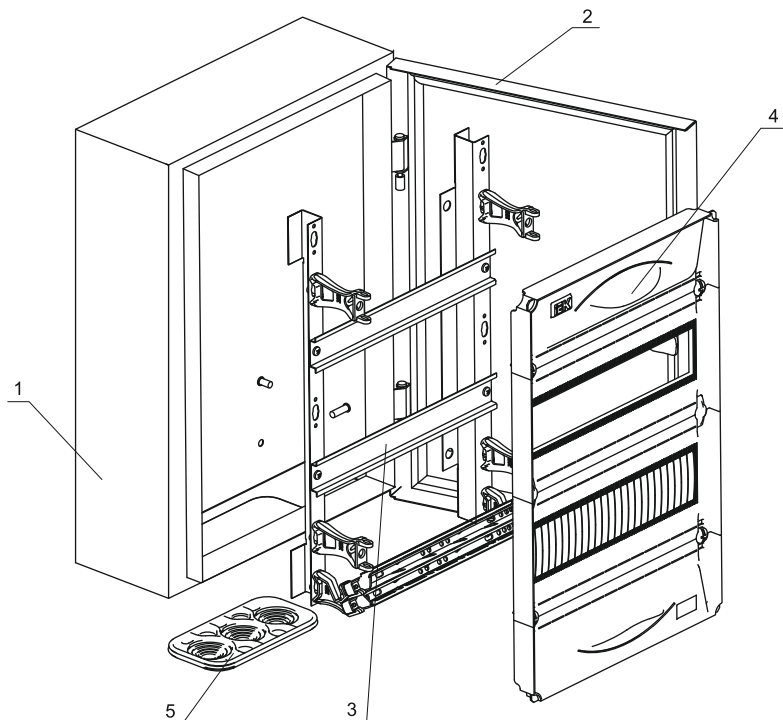

Рисунок 1 – Состав изделия
4.1 Корпус металлический ЩРн серии UNIVERSAL конструктивно состоит из оболочки (1) с открывающейся дверью (2), монтажной рамы (3) и оперативной панели (4) (рисунок 1).